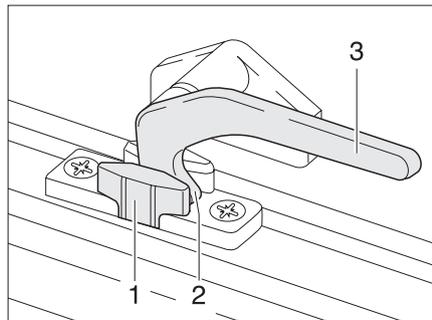
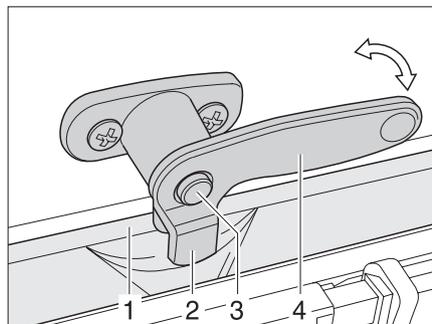

Fig. 21 Levier de verrouillage en position "Aération permanente"
Fig. 22 Levier de verrouillage avec bouton de sécurité en position "Aération permanente"
- En position "Aération permanente" (Fig. 21)
- ▶ Si présent, enfoncer le bouton de sécurité (Fig. 22,3) et le maintenir enfoncé.
- ▶ Tourner le levier de verrouillage (Fig. 21,3 ou Fig. 22,4) d'un quart de tour vers le centre de la fenêtre.
- ▶ Remettre le levier de verrouillage en position initiale. Le tenon de verrouillage (Fig. 21,2 ou Fig. 22,2) doit pénétrer alors dans le logement prévu à cet effet dans le verrouillage de fenêtre (Fig. 21,1 ou Fig. 22,1).